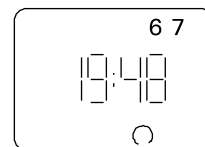

Рисунок 12.
- нажмите кнопку [day] для выбора дня недели, после чего каменка должна выключиться. (Рис. 12)